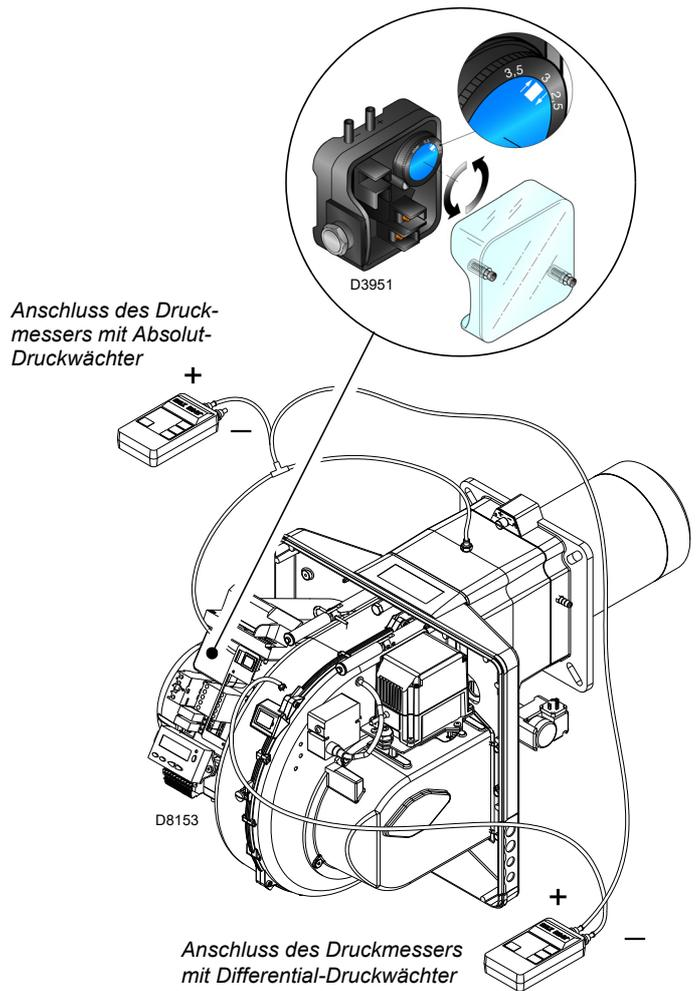

Abb. 32
- Regeln Sie den Luftdruckwächter (Abb. 32 auf Seite 32) auf den Skalenanfang.
Die Einstellung des Luftdruckwächter (Abb. 32) nach Durchführung aller anderen Einstellungen des Brenners mit auf erster Stufe eingestelltem Luftdruckwächter ausführen.
Prüfen Sie dann die Anzeige des nach oben gerichteten Pfeils auf der Messskala. Drehen Sie erneut am Drehgriff im Uhrzeigersinn, bis der auf der Messskala ermittelte Wert mit dem nach unten gerichteten Pfeil übereinstimmt. Dadurch wird die Hysterese des Druckwächters ausgeglichen, die durch das weiße Feld mit blauem Untergrund zwischen den beiden Pfeilen dargestellt wird. Prüfen Sie nun das richtige Anfahren des Brenners. Nimmt der Brenner erneut eine Störabschaltung vor, den Drehgriff weiter geringfügig im Uhrzeigersinn drehen. Während dieser Arbeitsgänge kann es nützlich sein, einen Druckmesser zum Messen des Luftdrucks zu verwenden. Der Anschluss des Druckmessers ist in Abb. 32 angeführt. Die Standardkonfiguration ist die des absolut angeschlossenen Luftdruckwächters. Man beachte das Vorhandensein eines nicht mitgelieferten "T"-Anschlusses.
Bei einigen Anwendungen mit starkem Unterdruck verhindert der Anschluss des Druckwächters dessen Umschalten. In diesem Fall ist es notwendig, den Druckwächter differential anzuschließen, indem eine zweite Leitung zwischen Luftdruckwächter und Saugleitungsöffnung des Gebläses angebracht wird. Dann muss auch der Druckmesser differential angeschlossen werden, d.h. wie in Abb. 32 gezeigt.